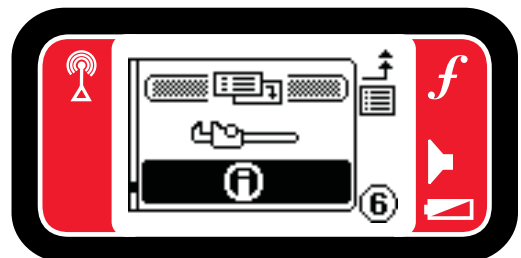

図31 - 情報メニュー
①メインメニューから 情報メニューにアクセスします (図31参照)。